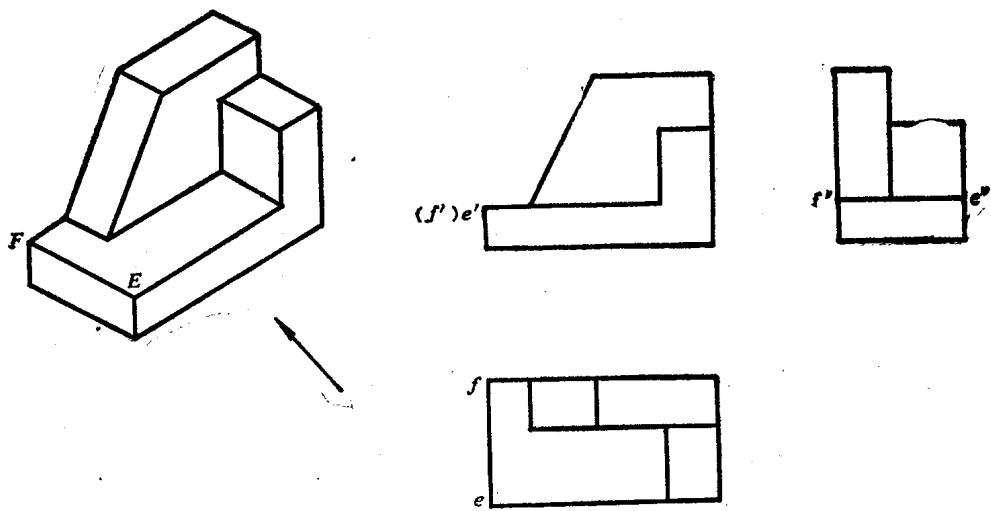

图1-19 直线的投影特性（三）
3. 直线与投影面垂直——积聚性 如图1-19所示，物体上轮廓线  $EF$  平行于  $H$  面、 $W$  面，